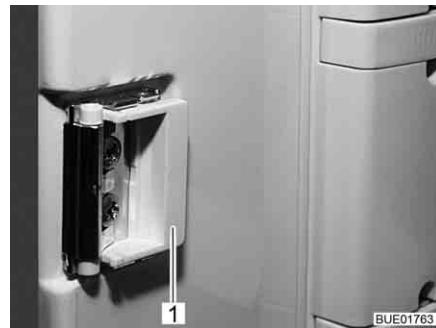
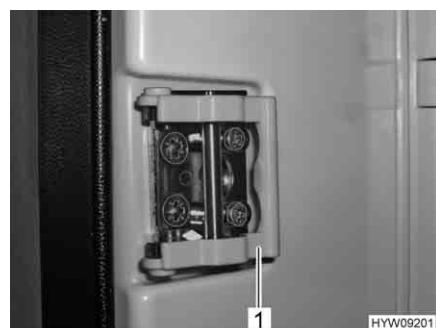
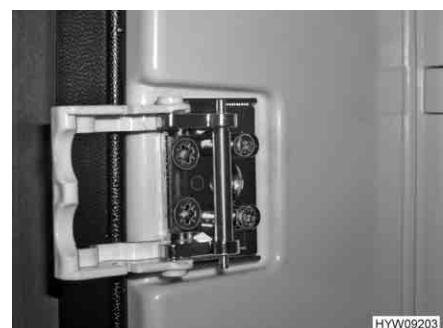

Fig. 190 Dispositivo di chiusura
Fig. 192 Dispositivo di chiusura
Fig. 193 Dispositivo di chiusura
- Ruotare la staffa (Fig. 190,1 o Fig. 192,1) in avanti (Fig. 191 o Fig. 193).
A seconda del modello, il frigorifero può essere dotato anche di un dispositivo di chiusura, come quello illustrato in Fig. 192 e Fig. 193.